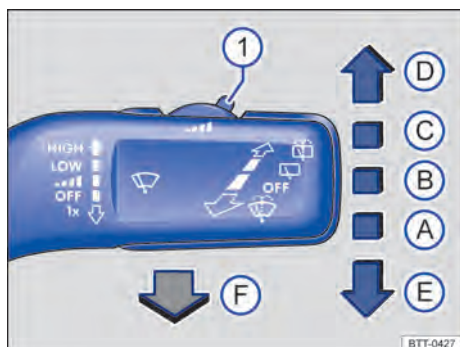

Fig. 101 À direita da coluna de direção: comandar os limpadores do para-brisa.
Limpeza com intervalos do para-brisa. Com o interruptor ⇒ Fig. 101 , regular os intervalos (veículos sem sensor de chuva e de luz) ou a sensibilidade do sensor de chuva e de luz.
- Pressionar a alavanca dos limpadores do para-brisa brevemente para baixo $\Rightarrow$ Fig. 101